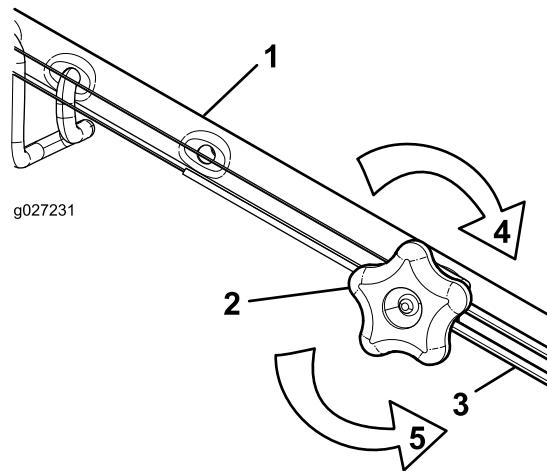

Figura 27
2. Ajuste la tensión del cable (Figura 27) tirando del mismo hacia atrás o empujándolo hacia adelante, y sujetelo en esa posición.
1. Gire el pomo de ajuste en sentido antihorario para aflojar el cable (Figura 27).